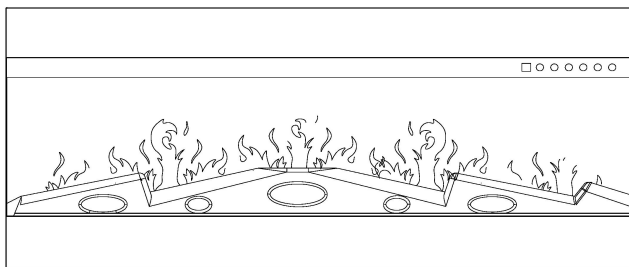

Figura 1
C. Coloque el lado frontal de la carcasa de cara hacia abajo sobre una superficie suave y no abrasiva. Retire el soporte de la parte posterior del dispositivo desatornillando los tornillos, consulte la Figura 1.
- B.** Si su chimenea viene con un juego de leños, saque el juego de leños del paquete y colóquelo en la ranura para medios de la chimenea. **Figura 1.**